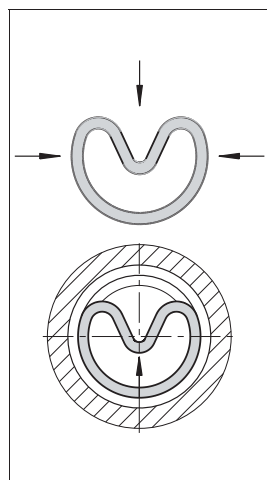

Рис. 4. Установка уплотнительного кольца
5. Круглое уплотнение нового уплотнительного кольца вложить в паз. Сжав уплотнительное кольцо, вставить в паз в сжатой форме и прижать к кольцу круглого сечения в направлении стрелки, см. рис. 4.